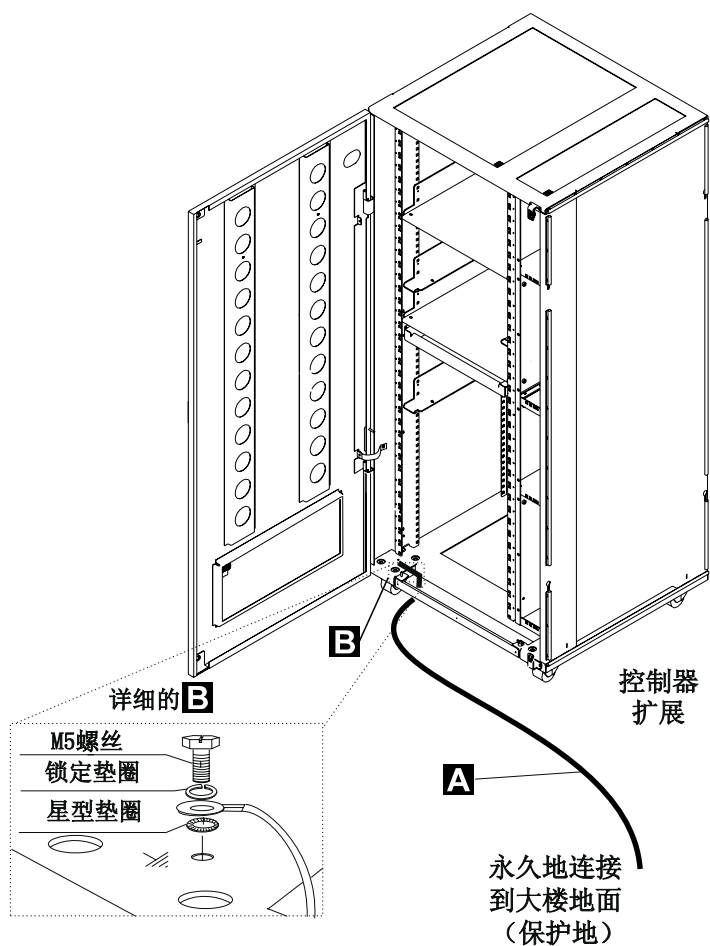
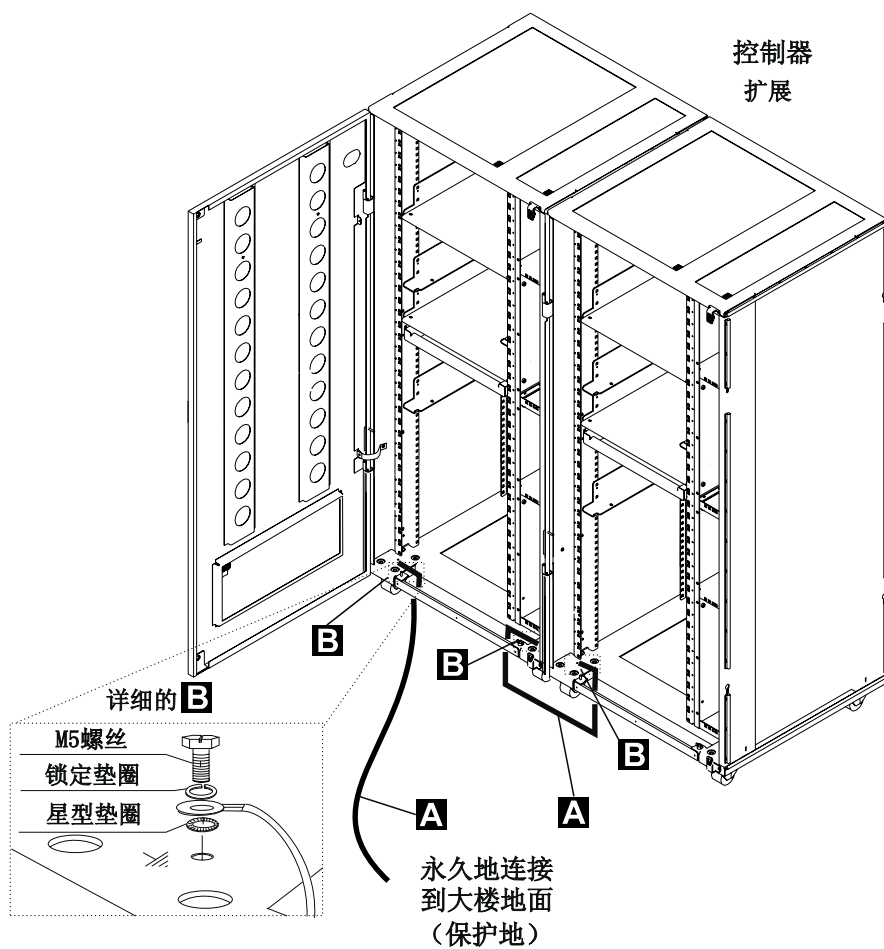
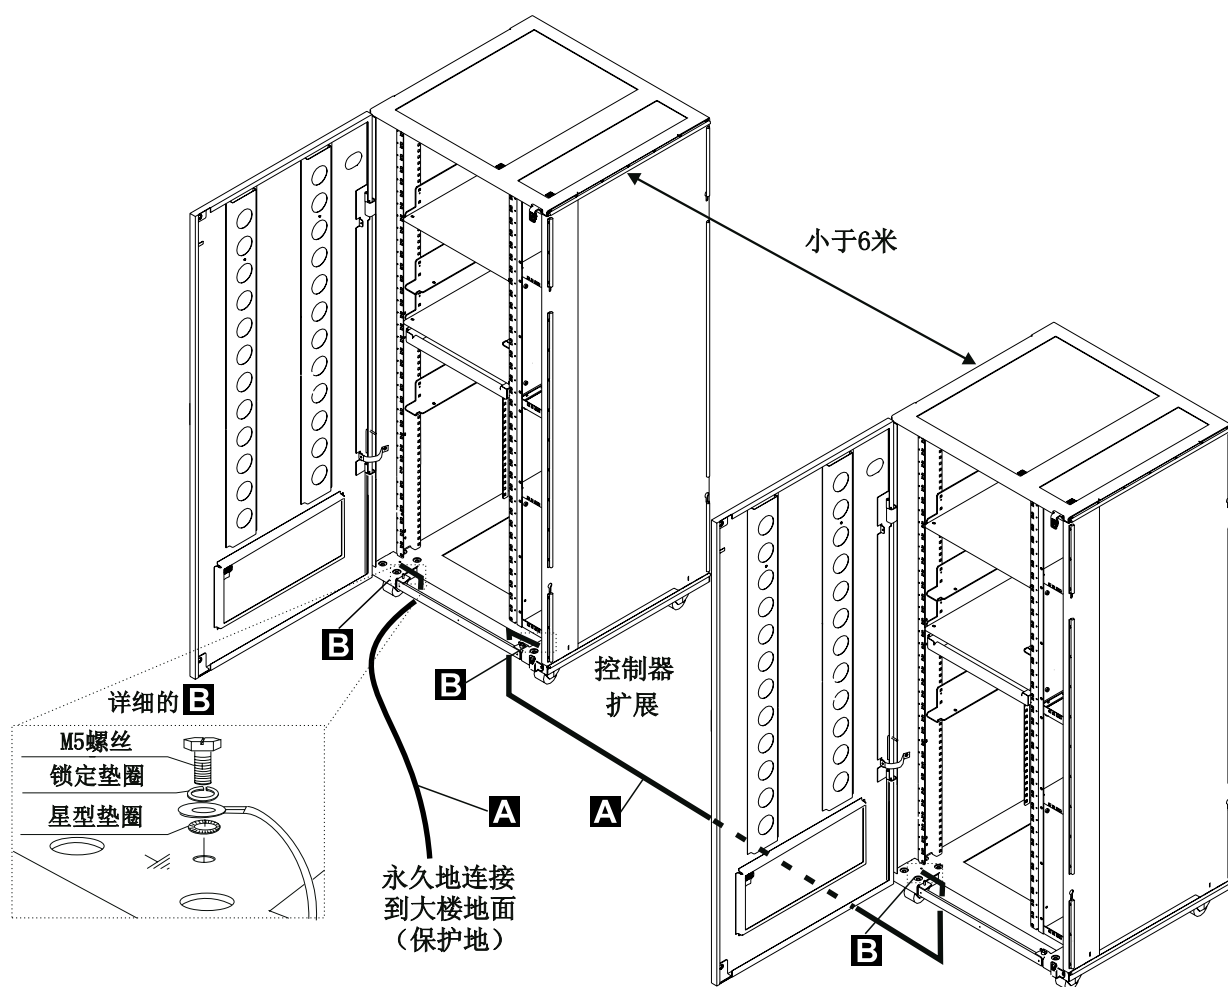
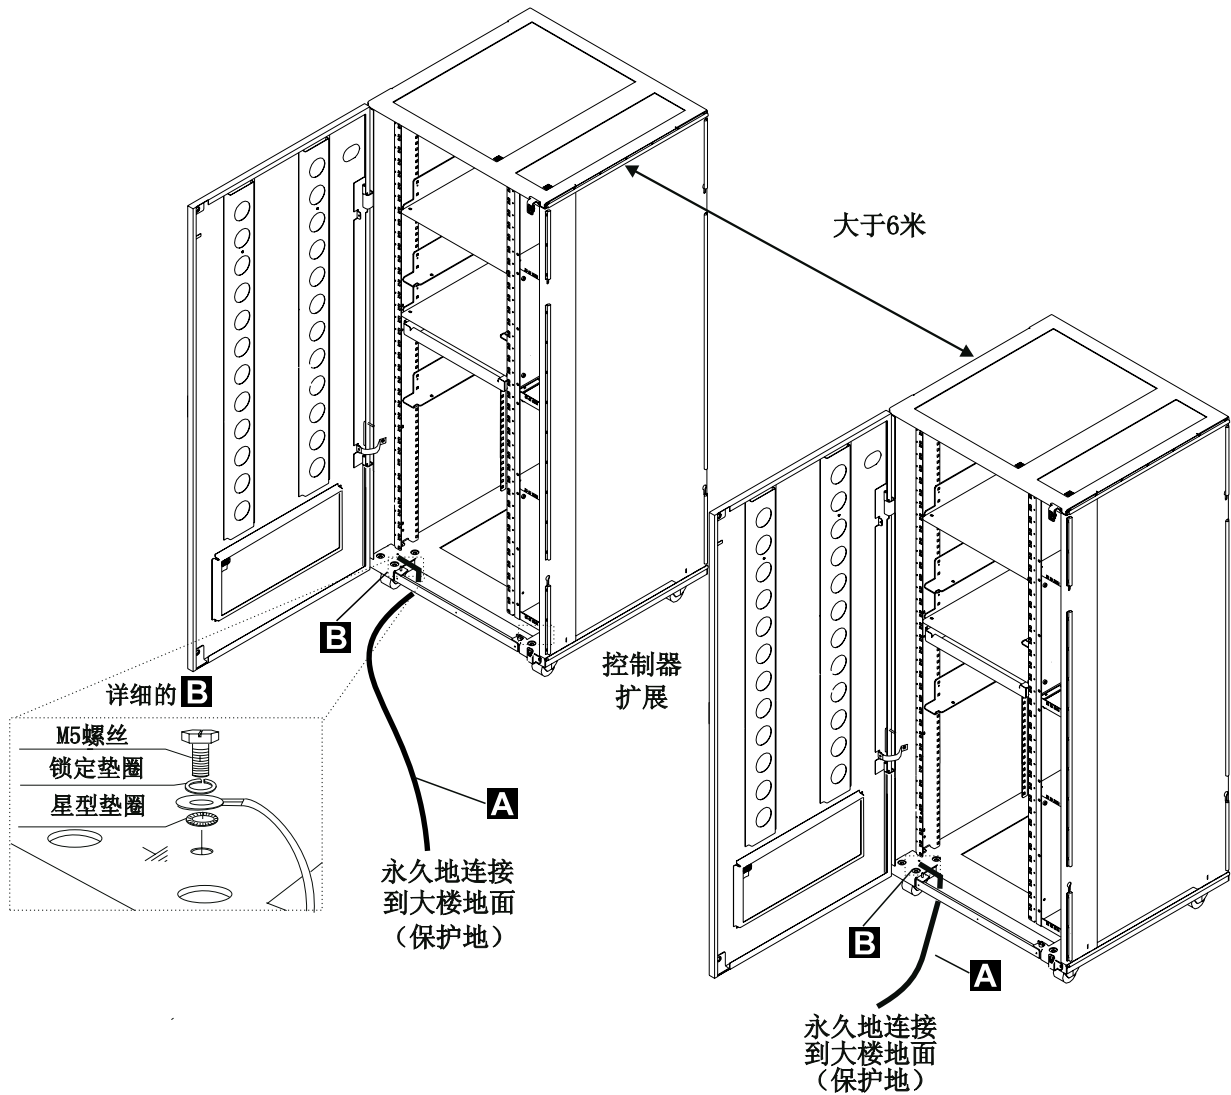

图 2. 在控制器扩展上的地线连接
图 3. 在附加控制器扩展间的地线连接
图 4. 小于6米的控制器扩展之间的地线连接
图 5. 大于6米的控制器扩展之间的地线连接
为了保持接地保护, 不要移动控制器扩展中的电源线和接地线 A (参照第4页的图2, 第5页的图3, 第6页的图4, 或第7页的图5)。
- 对控制器扩展, 附加的接地线 A 也被采用(参照第4页的图2, 第5页的图3, 第6页的图4, 或第7页的图5)。
- 如果你只安装了一个控制器扩展的话，检查地线 A 是否被安装了（参照第4页的图2）。
- 如果你安装了一些控制器扩展的话，检查地线 A 是不是根据你的配置安装的（参照第5页的图3，第6页的图4，或第7页的图5）。